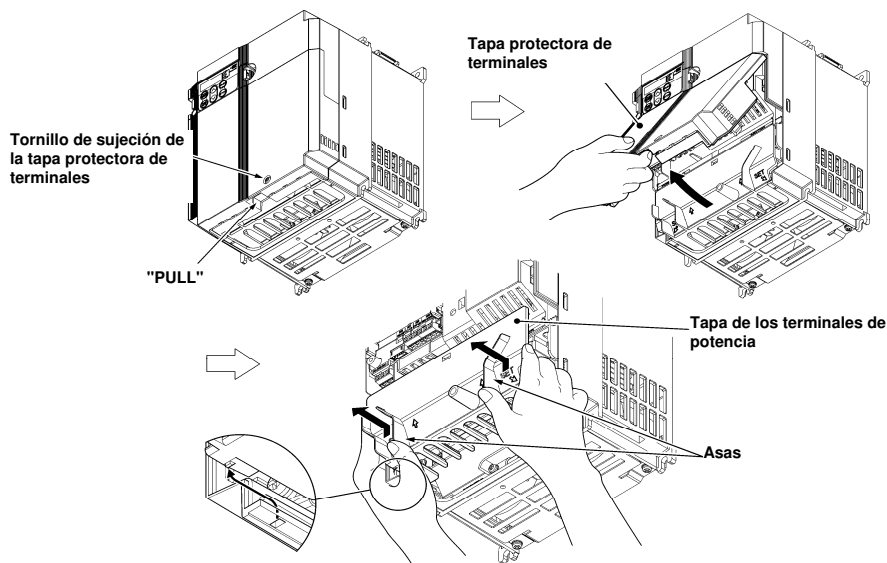

Figura 4.2 Cómo desmontar las tapas (para variadores con una potencia de 5.5 kW y 7.5 kW)
(2) Para variadores con una potencia de 5.5 kW y 7.5 kW
- ① Para desmontar la tapa protectora de terminales, primero debe aflojar el tornillo de sujeción de la tapa del terminal, ponga el dedo en la marca de la tapa protectora de terminales (etiquetada "PULL"), y después tire de ella en dirección hacia usted.
- ② Para desmontar la tapa de los terminales, ponga los pulgares en las asas de la tapa de ésta y empuje hacia arriba mientras se ayuda con los dedos (consulte la figura 4.2).